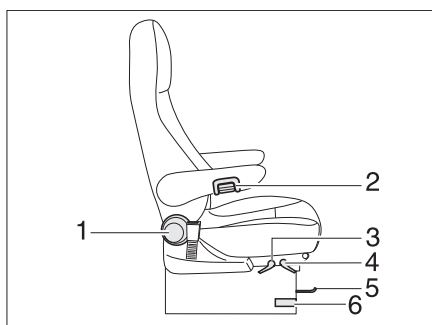

Fig. 96 Sedile del conducente e sedile del passeggero
- Premere o tirare la leva (Fig. 96, 6) per la rotazione del sedile. L'arresto del sedile si sblocca.